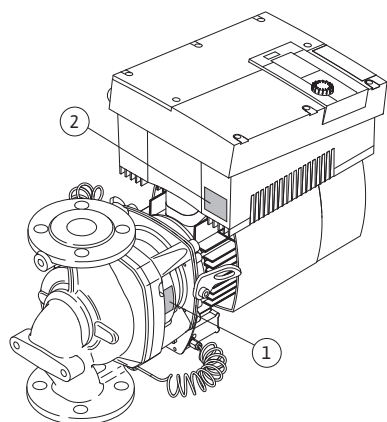

Fig. 11: Position des plaques signalétiques : plaque signalétique de la pompe, plaque signalétique du module électronique
- Le numéro de série (Ser.-No.../...) figure sur la plaque signalétique de la pompe (Fig. 11, pos. 1). Il est nécessaire p. ex. pour commander des pièces de rechange.
- La plaque signalétique du module électronique (module électronique = inverseur ou convertisseur de fréquence) (Fig. 11, pos. 2) indique la désignation du module électronique utilisé.